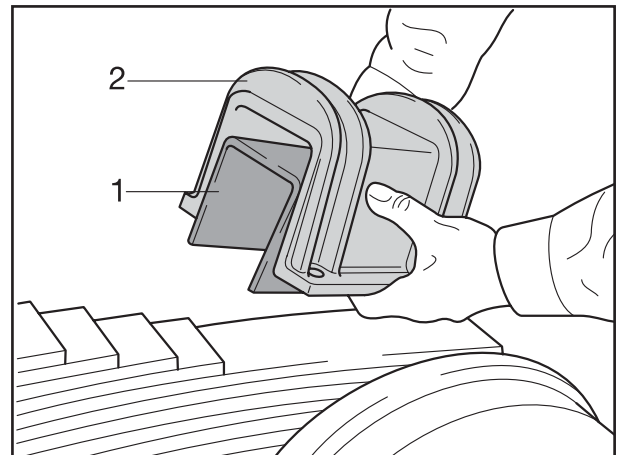

Fig. 7
- [11] Federkissen (Fig. 7/1) auf die Feder auflegen, Federspanngehäuse (Fig. 7/2) aufsetzen.
[11] Place spring cushion (Fig. 7/1) onto the spring.
Fit spring housing (Fig. 7/2).
[11] Poser le coussin de ressort (fig. 7/1) sur le ressort, placer le carter de ressort (fig. 7/2).